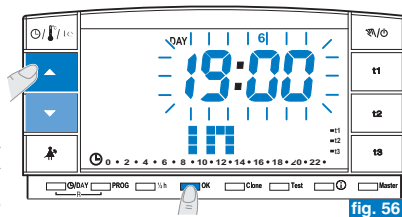

fig. 56
- Sul display appare (lampeggiante) l'ora in cui si intende terminare il conteggio (rientro nell'abitazione), con i tasti ▲▼ impostare l'ora; confermare premendo il tasto **OK** (fig. 56 a pagina successiva).
- Terminato l'inserimento dei dati e confermato con il tasto **OK** (esempio in fig. 56), sul display possono apparire **due differenti visualizzazioni** (a seconda dei dati inseriti):
- Premendo il tasto **OK** (esempio in fig. 56) il cronotermostato inizierà il conto alla rovescia ed il programma P04 Holiday manterrà la temperatura **t3** Assenza impostata (impostazione di fabbrica 5°C in modalità "Inverno" e 33°C in "Estate", entrambe regolabili come da paragrafo 5.6) fino al termine delle ore programmate e sul display si visualizza il numero delle ore mancanti al termine del programma più la scritta **HOLIDAY** (esempio in fig. 57).
- Premendo il tasto **OK** (esempio in fig. 56) il cronotermostato tornerà al programma in funzione prima dell'inserimento dei dati nel programma **P 04**, in attesa di avviare quest'ultimo programma.